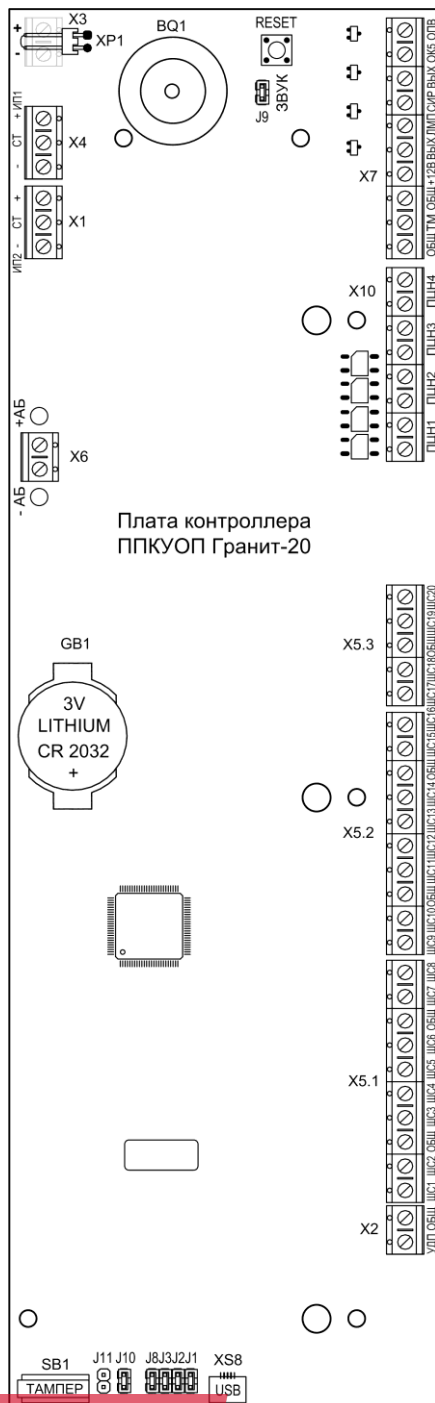
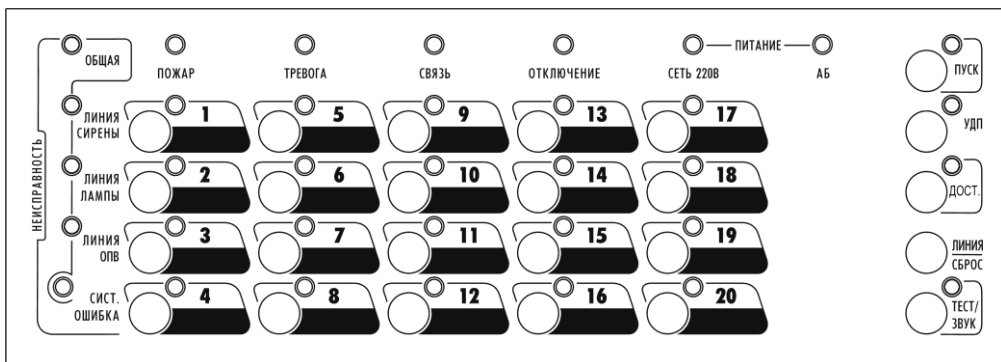

Рис.1 Плата контроллера прибора (вид со снятой панелью и платой индикации)
Рис.2 Панель индикации и управления ППКУОП Гранит-20
Конструктивно прибор состоит из корпуса (основания) и съёмной крышки. В корпусе расположены: плата контроллера (см. рис.1) с установленной на ней платой индикации и плата источника питания. На плате индикации установлена панель индикации и управления прибора (см. рис.2). В корпусе прибора также предусмотрен отсек для размещения аккумуляторной батареи.
**На плате источника питания прибора** (расположена под платой контроллера, на рис.1 не показана) расположен **клеммник «220В»**, предназначенный для подключения прибора к сети 220 В и установлен **самовосстанавливающийся предохранитель**, который не требует замены после срабатывания.
(рис. 1) расположены:
На плате источника питания (расположена под платой контроллера, на рис.1 не показана) расположен клеммник «220В», предназначенный для подключения прибора к сети 220 В.
### 3.2 На панель индикации и управления прибора (см. рис.2) выведены: